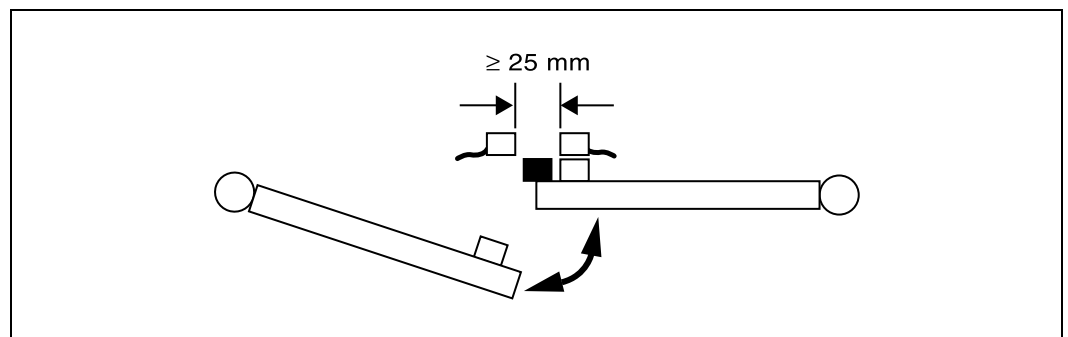

Fig. 3: Esempio di montaggio su porte rototraslanti
- Distanza minima di due sensori adiacenti: 25 mm. Per le porte rototraslanti l'attuatore andrà predisposto sullo spigolo di chiusura (Fig. 3).